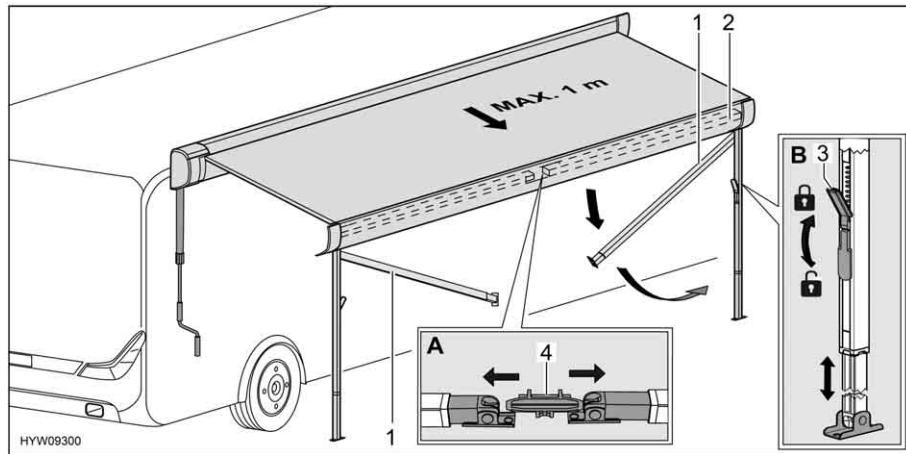

Fig. 50 Preparazione dei montanti di supporto
- Sbloccare i montanti di supporto (Fig. 50,1) dal supporto (Fig. 50,4) nel listello anteriore (Fig. 50,2). A tale scopo, premere leggermente verso l'esterno i montanti di supporto (Fig. 50,A).
- Allentare i blocchaggi (Fig. 50,3) dei montanti di supporto. A tale scopo, ripiegare la leva di serraggio verso il basso.
- Estrarre la parte inferiore dei montanti di supporto fino alla lunghezza desiderata (Fig. 50,B).
- Chiudere i blocchaggi (Fig. 50,3) dei montanti di supporto. A tale scopo, tirare verso l'alto la leva di serraggio.